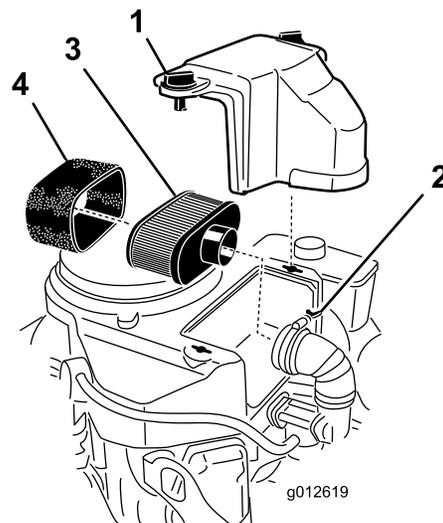

Bild 37
3. Reinigen Sie den Bereich um den Luftfilter herum, um zu verhindern, dass Schmutz in den Motor fällt und Schäden verursacht (Bild 37).
4. Lockern Sie die Handräder der Abdeckung und nehmen die Luftfilterabdeckung ab (Bild 37).
5. Lösen Sie die Schlauchklemme und entfernen Sie den Luftfilter (Bild 37).
6. Ziehen Sie den Schaumstoffeinsatz vorsichtig vom Papiereinsatz (Bild 37) ab.
1. Schieben Sie den Schaumeinsatz vorsichtig auf den Papierluftfiltereinsatz (Bild 37).
2. Schieben Sie den Luftfilter auf das Luftfilterunterteil oder den Schlauch und befestigen ihn (Bild 37).
3. Setzen Sie die Abdeckung des Luftfilters auf und ziehen Sie das Handrad der Abdeckung fest (Bild 37).